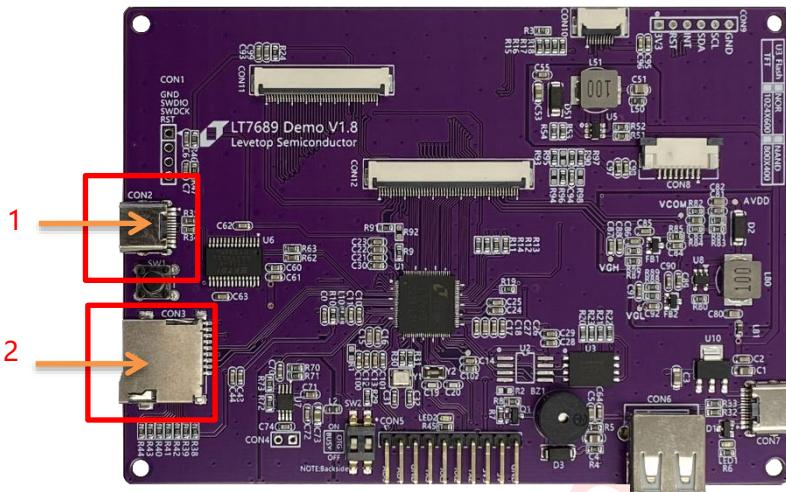

图 2-13: LT7689 演示板示意图
3、接口如图 2-13 所示，1 处 USB 口连接电脑供电，将已经准备好的 SD 卡插入下图标注 2 的 SD 卡槽，重新上电或按下复位按键后会自动检测到 SD 卡插入，并进入升级模式。